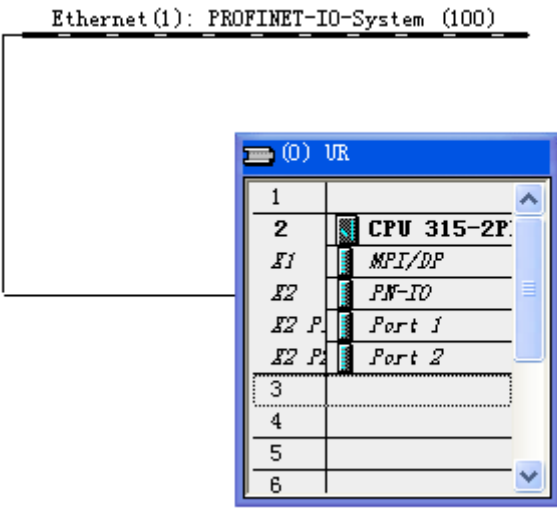

图 2.1.9 配置完成的 315 设备
(9)、点击确认后，在支架上就会出现一个拥有以太网总线的 315 设备了，如图 2.1.9 所示。